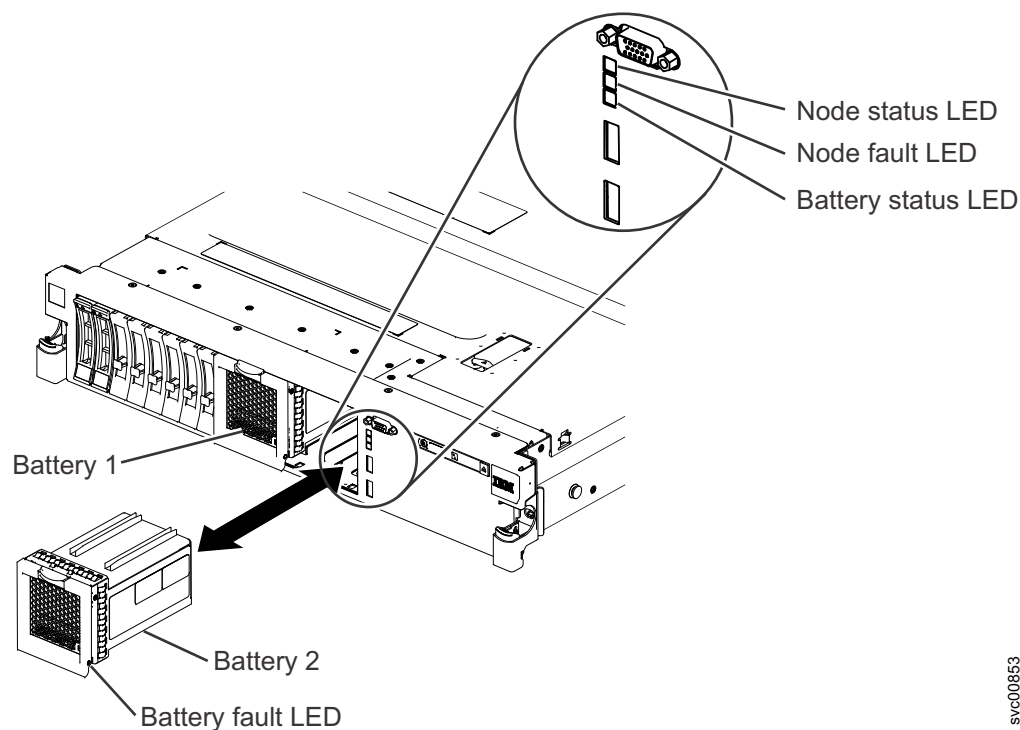

Figura 178. Removendo a bateria no nó SAN Volume Controller 2145-DH8
3. Puxe gentilmente o conjunto de baterias para fora do slot de bateria, conforme mostrado em Figura 178.